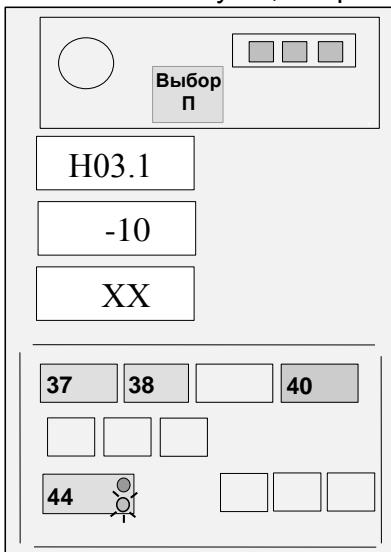

Рисунок 15- Ввод температуры
Если величина измеренной температуры воздуха отличается от выдаваемой на средний ИЖЦ более чем на ± 3 °С, нажатием кнопки 44 установить на верхнем ИЖЦ код "Н03.1", а затем, нажимая кнопки "+" (41) и "-" (42), установить, контролируя по показаниям среднего ИЖЦ, значение температуры, равное показаниям термометра (см. рисунок 15).